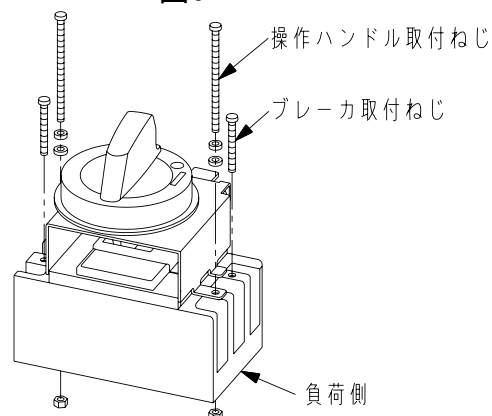

図7
- ②ブレーカに付属している取付ねじでブレーカを取り付けます。(図7)
- ③操作ハンドルの電源側・負荷側のラベルに従って方向を合わせ、ブレーカのハンドルとはめ合わせます。この時、ブレーカのハンドルはOFFにしておいてください。
- ④同梱の操作ハンドル取付ねじ2本にてブレーカと操作ハンドルを取付板に取り付けてください。(図7)